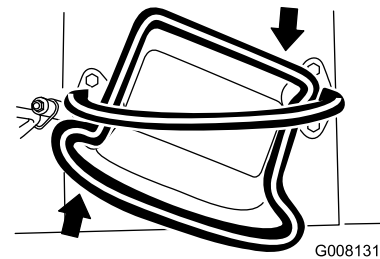

Bild 9
- Drehen Sie den Fahrantriebshebel nach rechts, um nach rechts zu fahren (**Bild 9**).